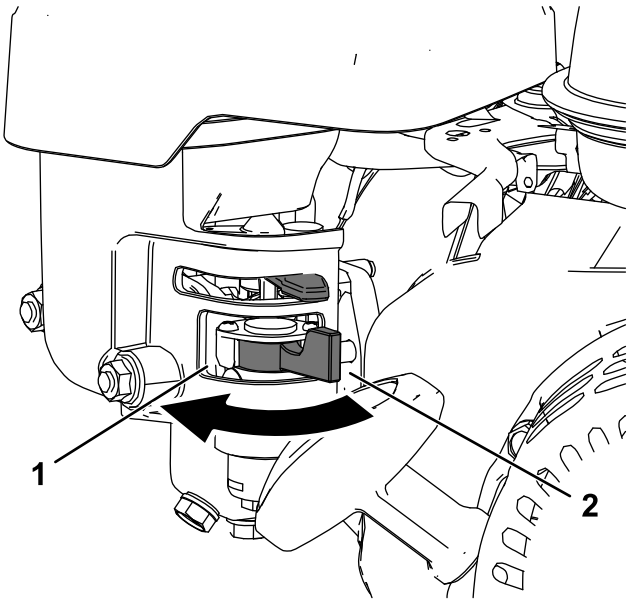

图 6
- 要打开燃油阀请将燃油切断阀手柄转向反冲启动手柄图 6。
- 要关闭燃油阀请将燃油切断阀手柄转离反冲启动手柄图 6。